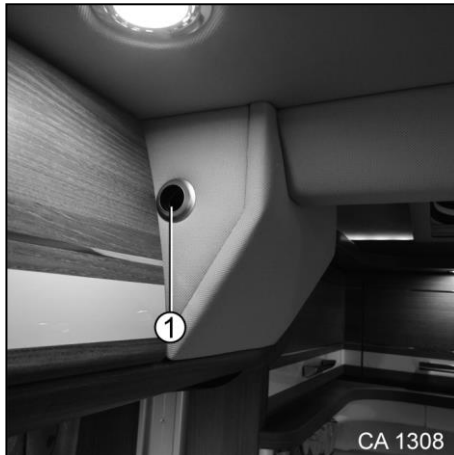

Fig. 186 Commande d'urgence du lit de pavillon central
1. Enficher la manivelle dans le trou (Fig. 186/1).